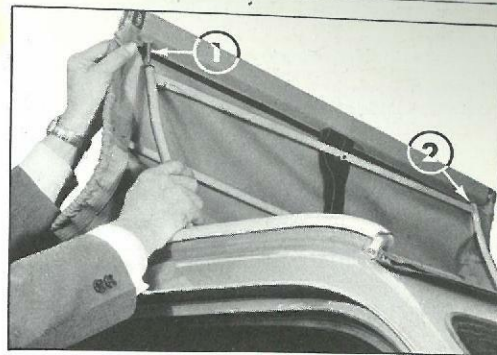

Fig. 29 - Ouverture totale de la capote
- Dégager du cadre mobile les tétons de la capote (Fig. 29 - Rep. 1 et 2) et rabattre le cadre, ainsi décapoté, vers l'avant.